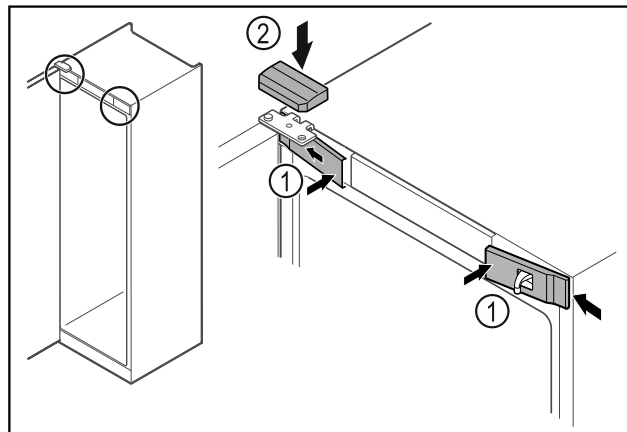

Fig. 46
- ▶ Przednie osłonki Fig. 46 (1) założyć z boku i zaczepić.
- ▶ Górną osłonkę Fig. 46 (2) zaczepić od góry.